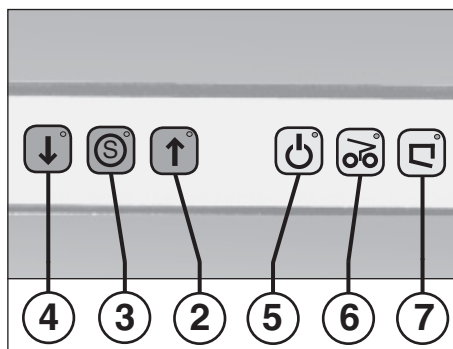

Fig. 2
- Azionare il tasto di funzionamento avanti (2) (fig. 2). La taglierina si avvia e inizia lo sminuzzamento della carta.
- Per disinserire la macchina premere il tasto di stop rosso (3) (fig. 2).
- La taglierina si blocca. La spia di controllo (6) (fig. 2) si accende.
Se il contenitore di raccolta è colmo la macchina viene disinserita. La spia di controllo "Contenitore di raccolta colmo" (7) (fig. 2) si accende. Svuotare il contenitore di raccolta come segue: